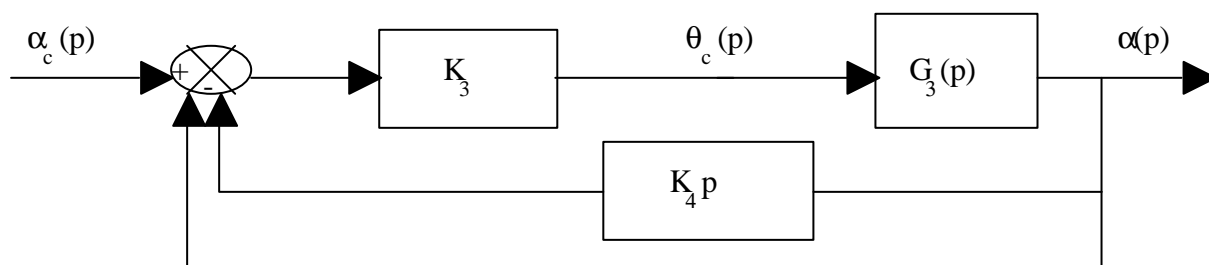

Figure 5
A.3.2 On commande le système avec un correcteur proportionnel de gain K_3 et une boucle tachymétrique de gain K_4 selon la figure 5. On appelle a_c la consigne de position.